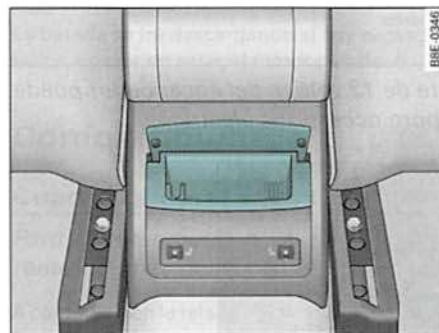

Fig. 114 Cenicero trasero
- Tome la carcasa por la tapa abierta ⇒ *página 111*, fig. 114 y extraígalas hacia arriba.